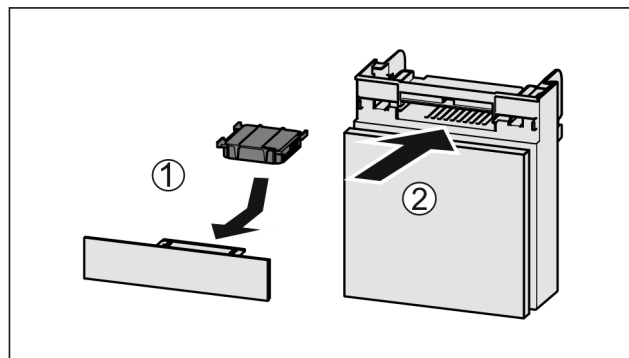

Fig. 37
- ▶ Установите фильтр с активированным углем, как показано на рисунке Fig. 37 (1).
- ▶ Вставьте отделение Fig. 37 (2).